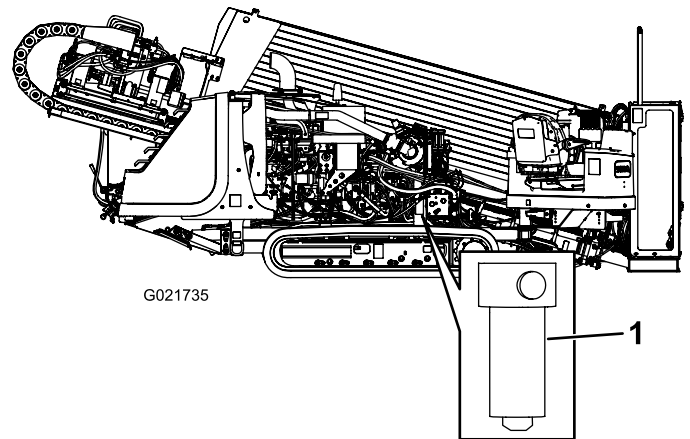

**Figure 148**
4. À l'aide d'une clé pour filtre, déposez le filtre de pression hydraulique (Figure 148).